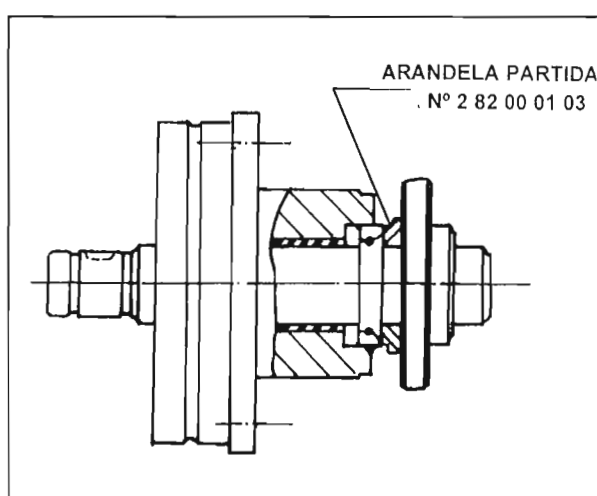

Fig. 67.
- Deslice el eje en el cuerpo y aplique presión en la brida de la polea para empujar el retén en el cuerpo. Retire el eje solo lo necesario para poder colocar las dos mitades de la arandela partida (N° 2 82 00 01 03) entre la brida de la polea y el retén de aceite. Fig. 67. Presione el retén de aceite a la profundidad controlada por el espesor de la arandela partida. Retire la arandela partida retirando el eje un poco.